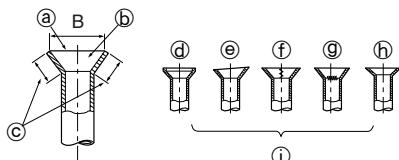
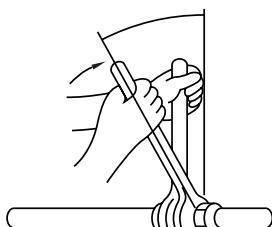

Fig. 5-7
Fig. 5-8
5.2.5. Prüfung (Fig. 5-7)
- ① Rundherum glatt
- ② Innenseite ist blank ohne Kratzer
- ③ Ringsherum gleiche Länge
- ④ Zu stark
- ⑤ Kratzer auf Aufbiegungsfläche
- ⑥ Gerissen
- ⑦ Uneben
- ⑧ Schräg
- ⑨ Beispiele für schlechte Ausführung
- Kältemittelöl dünn auf der Sitzfläche des Rohrs auftragen. (Fig. 5-8)